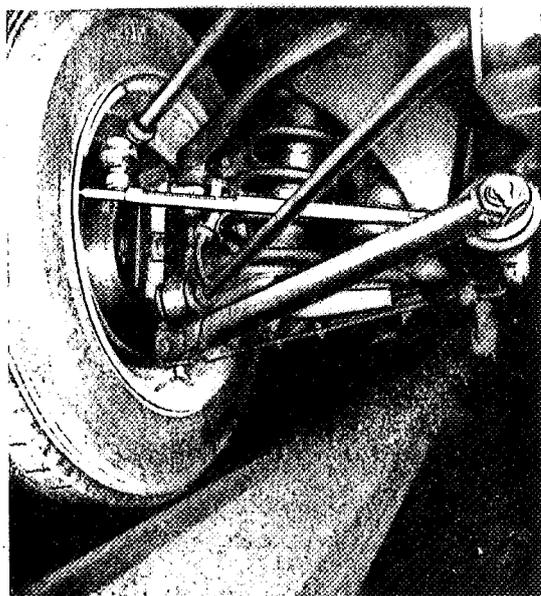

Fig. 3
- Se la convergenza misurata non corrisponde a quella prescritta, controllare prima di tutto, con calibro 8055164, che, con razze del volante orizzontali, l'apertura della ruota destra e sinistra siano uguali (distanza tra il foro della borchia anteriore contigua al perno del braccio inferiore sospensione ed il bordo cerchio ruota fig. 3). Quindi sbloccare i dadi sulle estremità dei tiranti laterali comando sterzo (una delle estremità ha il passo destro e l'altra il passo sinistro) e fare ruotare nel senso dovuto i due tubi dei tiranti della quantità dovuta, in modo da diminuirne od aumentarne la lunghezza secondo necessità. Un giro completo di entrambi i tiranti corrisponde ad una variazione di convergenza di circa 21 mm. sui pneumatici (17,5 mm. sul bordo del cerchio).